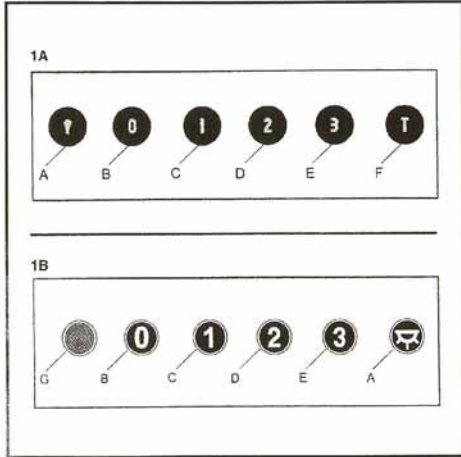

Fig. 5
• COMANDOS: 1A) LUMINOSOS\_ 1B) MECÂNICOS (Fig. 5) a simbologia é indicada a seguir: